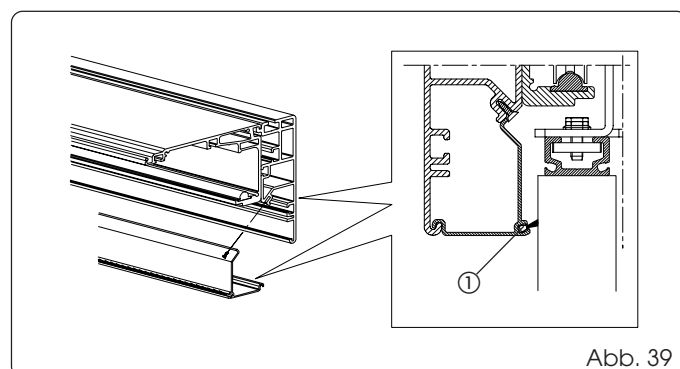

Abb. 39
Das Schließprofil für die selbsttragende Automatation laut Angaben in Abb. 39 montieren.
Die Bürste (wenn vorgesehen) vor der Montage in das Schließprofil einsetzen, siehe Abb. 39 Bez. ①.